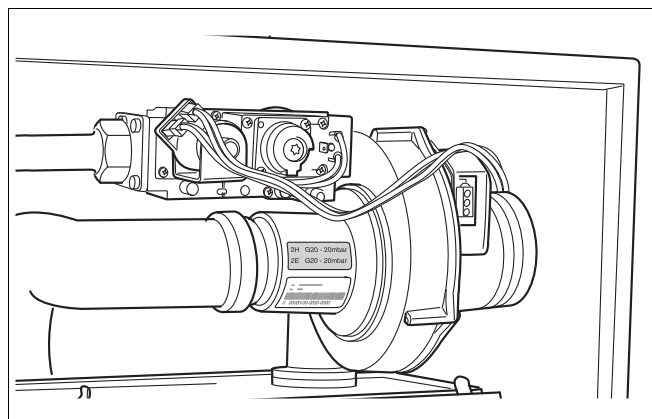

Fig. 77 Controlați autocolantul speciei de gaz
- Verificați dacă specia de gaz efectivă este identică cu autocolantul "Specie de gaz" (fig. 77).